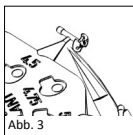

Abb. 3
■ **Abb. 3** Der zur Messung ausgewählte Sizer wird mittels einer Mikroschere (REF 8000 172) abgeschnitten und mit einem Sauger oder einem anderen mikrochirurgischen Instrument ins Mittelohr transportiert.